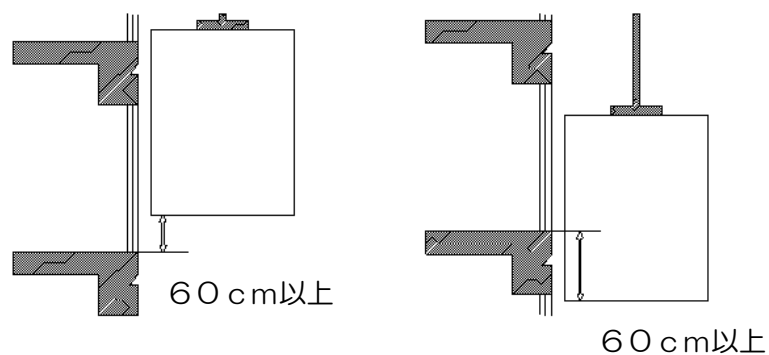

図 8-5：かご床と乗場床が上下60 cm以上の場合
- ※ かご床と乗場床が上下60cm以上の場合は作業手順4へ進む (図8-5参照)